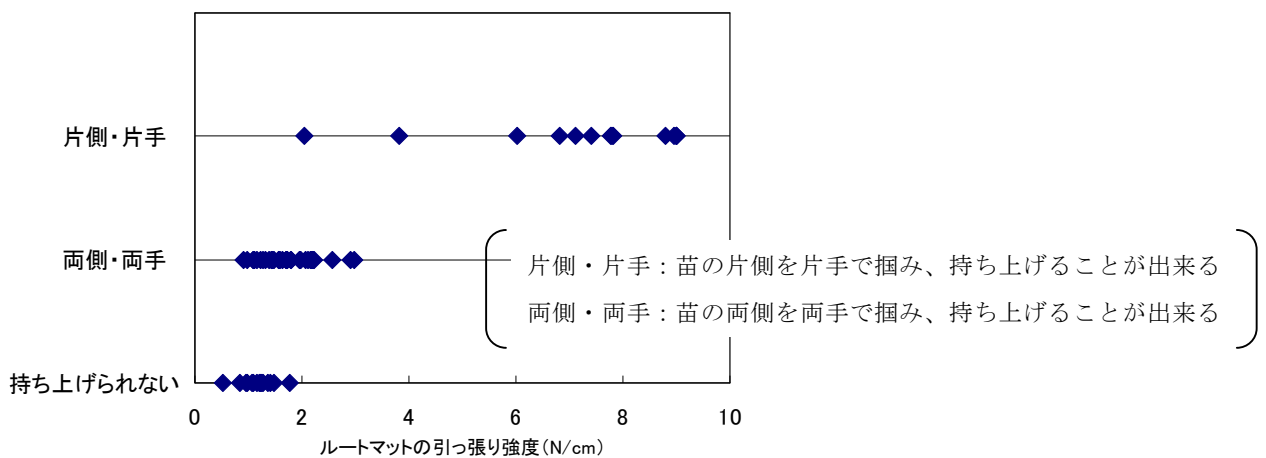

図 2 苗マットの持ち上げ作業性とルートマット強度の関係
4. 人工造粒土を用いた場合、苗のルートマットの強度が1.8N/cm未満の場合、苗マットを両手でも持ち上げることが出来ないため、機械移植作業に支障が出る。(図2)